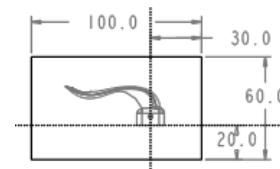

图 6.3 截面草图
(1) 选择命令。单击 模具 功能选项卡 形状 ▾ 区域中的 按钮。
(2) 创建实体拉伸特征。
① 定义草绘截面放置属性。在绘图区中右击，从系统弹出的快捷菜单中选择 定义内部草绘... 命令。然后选择 MOLD_RIGHT 基准平面作为草绘平面，草绘平面的参考平面为 MAIN_PARTING_PLN 基准平面，方位为 上 ，单击 草绘 按钮。至此，系统进入草绘环境。
② 进入截面草绘环境后，选取 MAIN_PARTING_PLN 基准平面和 MOLD_FRONT 基准平面为草绘参考，单击 关闭(C) 按钮，然后绘制图 6.3 所示的截面草图。完成截面草图的绘制后，单击“草绘”操控板中的“确定”按钮 。